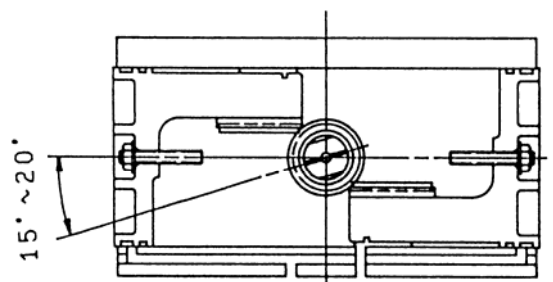

图 10-12.
- 输出轴 (104) 装配好后, 将输出轴方头部位的 V 形槽处于如图 10-12 所示的位置。
- 在保持图 10-12 所示角度的同时, 将活塞 (102)、气缸的两侧装入。当两个活塞的齿条部位和输出轴上的齿轮接触后, 用扳手卡住轴出轴的方头部位, 并顺时针转动, 使齿轮与齿条啮合, 活塞向内部移动。
- 活塞装配结束后, 使输出轴顺时针旋转, 必须确认输出轴方头部的 V 形槽与气缸 (101) 近似成垂直, 如稍有偏差, 可用设在活塞中心部位的内限位螺钉进行调整, 如相差较大, 则须重新进行装配。